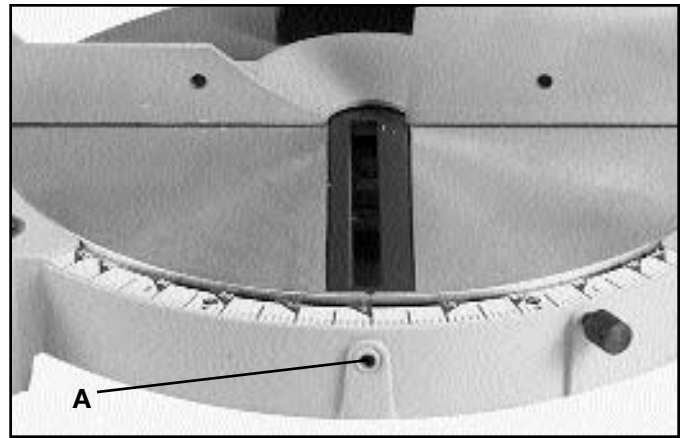

Fig. 25
La mesa girante cuenta con topes positivos en las posiciones de troceado recto de 90 grados y en las posiciones de ingletes de 22-1/2, 30 y 45 grados de izquierda y derecha. Para ajustar la presión de resorte de los topes positivos, apriete o afloje el tornillo (A) Fig. 25.